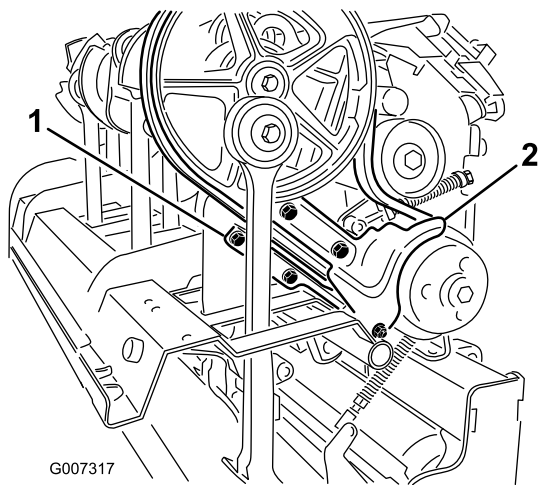

図 36
3. ダートシールドと下ベルトシールドを固定している締結具を外す 図 36。ダートシールドと下ベルトシールドを外す。